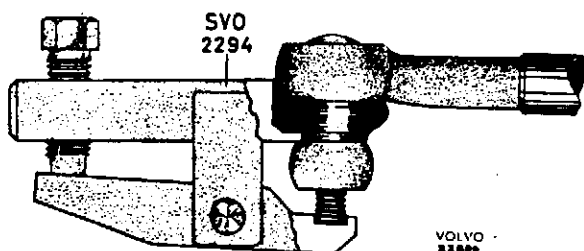
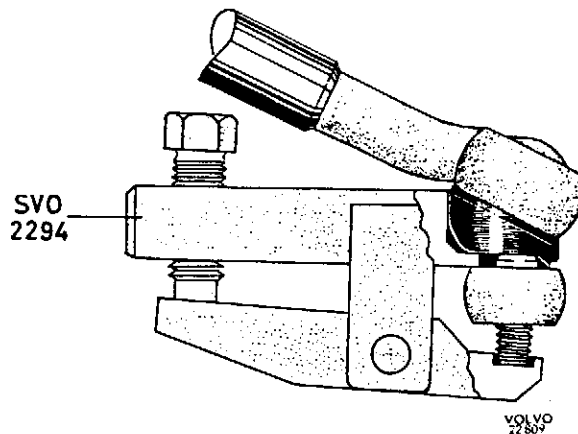

Abb. 60 Abpressen des Kugelgelenkes
Abb. 61 Abpressen des Kugelgelenkes
Die Lenkstangenköpfe bilden mit den Lenkstangen eine Einheit und müssen als solche komplett ausgewechselt werden. Beim Ausbau werden zuerst Splinte und Kronenmutter entfernt. Danach wird das Spannzeug 2294 gem. Abb. 60 auf dem Kugelgelenk angebracht. Werkzeug ordentlich festdrücken und darauf achten, daß der Gewindezapfen des Kugelgelenkes in die Aussparung des unteren Spannhebels gelangt. Die Werkzeugspindel andrehen, bis der Kugelzapfen unter Preßdruck nachgibt. Soll eine Lenkstange bei eingebauten Vorderrädern abgepreßt werden, dann ist zuerst das Kugelgelenk am Lenkstockhebel bzw. Umlenkhebel nach der vorstehend beschriebenen Methode zu lösen. Die Lenkstange ist dabei nach vorn/oben zu schwenken und das Spannzeug gem. Abb. 61 anzusetzen.
Die Kugelgelenke der Spurstange (Spurstangenköpfe) sind einzeln austauschbar. Beim Ausbau ist zuerst das Kugelgelenk am Lenkstockhebel bzw. Umlenkhebel nach der vorher beschriebenen Methode (Abb. 60) zu lösen. Danach werden je nach Ausf. Gegenmutter bzw. Klemmschraube entfernt und der Spurstangenkopf aus der Spurstange herausgeschraubt. Der neue Spurstangenkopf wird zweckmäßig mit der gleichen Gewindelänge in die Spurstange geschraubt. Die Einstellung der Vorspur wird dadurch erleichtert. Spurstangenkopf in Einbaulage auf der Spurstange mit Gegenmutter oder Klemmschraube absichern.
3. Spindel am Spannzeug 2294 zurückdrehen und das Werkzeug entspr. Abb. 60 über dem Kugelgelenk anbringen. Spannzeug ordentlich festdrücken und darauf achten, daß der Gewindezapfen des Kugelgelenkes in die Aussparung des einen Spannhebels gelangt. Werkzeugspindel andrehen, bis sich der Kugelzapfen unter Preßdruck aus der Öse des Umlenkhebels löst.